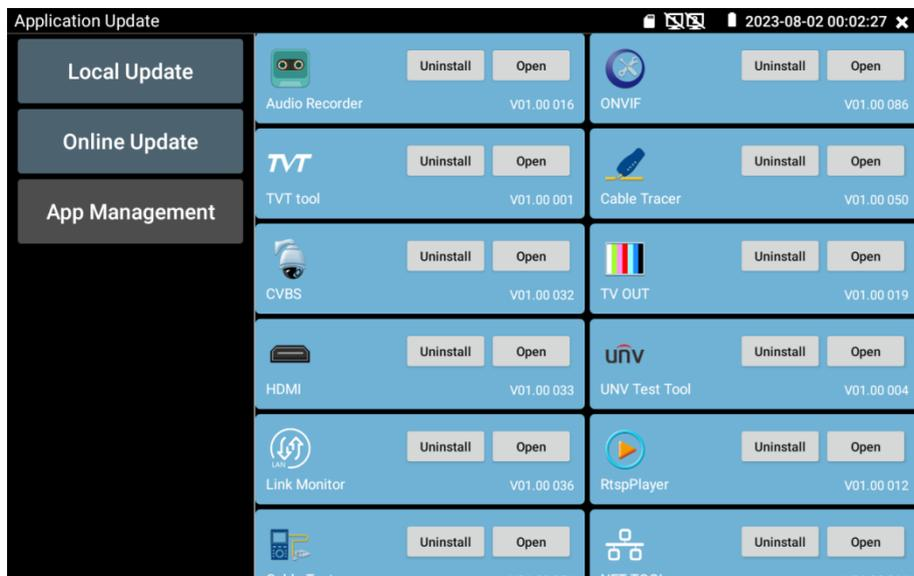

Рис. 167 Интерфейс приложения Application Update
1. Скопируйте файл приложения или прошивки, заранее скачанный с сайта [WWW.TEZTER.RU](http://WWW.TEZTER.RU) на карту памяти в директорию Update. Если такой директории на карте памяти нет, создайте ее самостоятельно. Найдите ярлык приложения Application Update (Обновление приложений) на рабочем столе тестера и запустите его, рис. 167